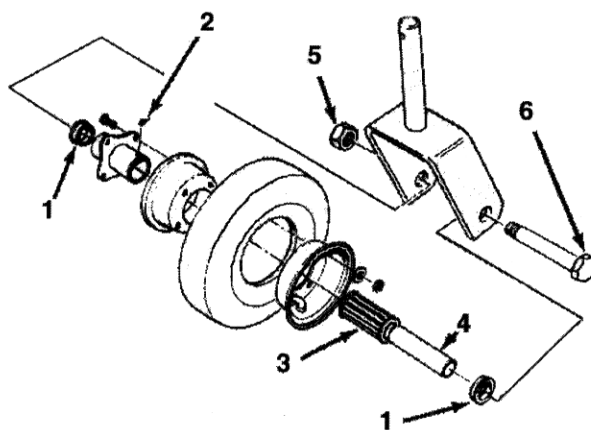

Figure 4
1. Fjern låsemøtrikken fra skruen, der fastholder hjulet i gaflen (Fig. 4). Tag fat i hjulet og lad skruen glide af gaflen.
Bemærk: Sørg for, at de to lejeholdere er der (Fig. 4).
2. Vip hjulet til siden, og lad rullelejet og nøglebøsningen falde ud (Fig. 4).
6. Sprøjt mere fedt ind gennem smøre-fitting'en på hjulet (Fig. 4), indtil lejet er smurt grundigt.